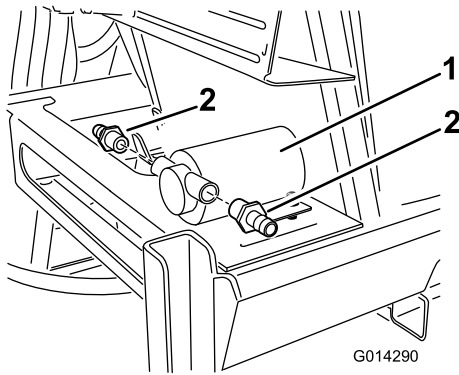

Bild 20
2. Befestigen Sie ein gerades, gezahntes Anschlussstück an den Zulauf- und Auslauföffnungen der Pumpe (Bild 20).